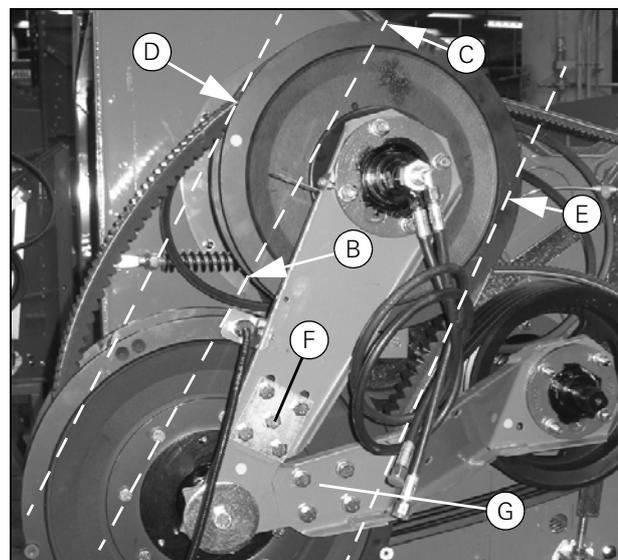

Рисунок 51
- Прижав прямолинейную планку к неподвижному полушкиву механического вариатора, как можно ближе к ступице, измерьте расстояние (B) до неподвижного полушкива гидравлического вариатора. При помощи прокладок отрегулируйте данное расстояние до 102 ± 2 мм, как описано в разделе 4.5.5 на стр. 130. Затем установите вариатор.
- Установив прямолинейную планку, как описано выше, измерьте расстояние до неподвижного полушкива гидравлического вариатора в точках (B) и (C). Если разница между результатами двух измерений превышает 2 мм, отрегулируйте длину опорного кронштейна в точке (F) (Рис. 51). (Диапазон регулировки длины составляет макс. ± 1 мм.)
- Прижав прямолинейную планку к неподвижному полушкиву механического вариатора на наружной части фланца (Рис. 51), измерьте расстояние от неподвижного полушкива гидравлического вариатора в точках (D) и (E). Если разница между результатами двух измерений превышает 2 мм, отрегулируйте длину опорного кронштейна в точке (G). (Диапазон регулировки длины составляет макс. ± 1 мм.)